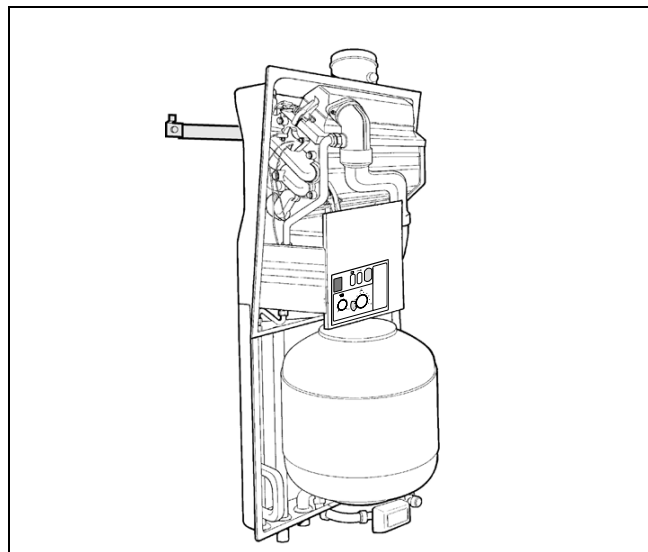

Abb. 3 Montage
- Gas-Brennwertkessel auf den Wandhalter hängen (Abb. 3).